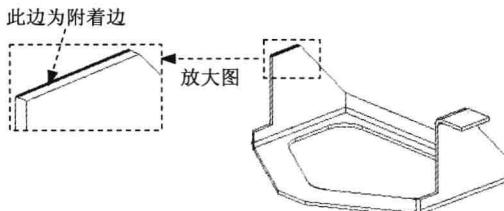

图 1.17 定义附着边
(1) 选择命令。单击 **主页** 功能选项卡 **钣金** 工具栏中的“弯边”按钮 。
(2) 定义附着边。选取图 1.17 所示的模型边线为附着边。